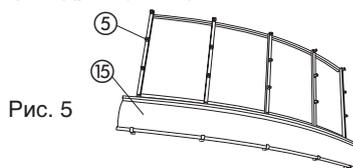

Рис. 5
a) Pierwszy panel ⑮ stroną z większą faldą wkładamy pod kłamry; mniejszą faldę zatrzaśkujemy na zatrzasku górnym ⑤. Panel zatrzaśkujemy na każdej łacie, przez co formujemy przekrycie w formie łuku, (Rys. 5).